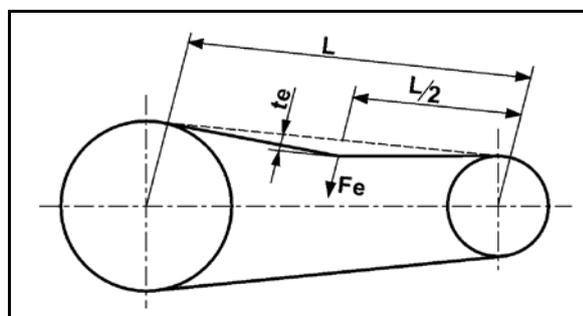

Рис. 193
2. Ослабьте винты (Fig. 193/1).
3. Снимите крышку клапана (Fig. 193/2).
4. Выньте клапанные группы (Fig. 193/3)
5. Снимите Клапан уплотнительное кольцо (Fig. 193/4) и кольца круглого сечения (Fig. 193/5).